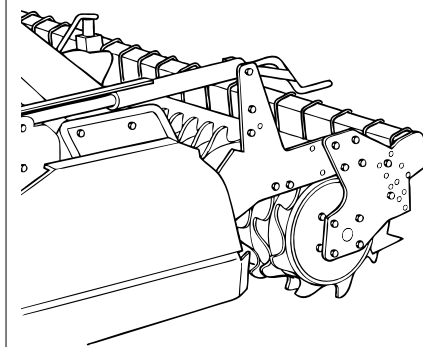

Fig. 13
2. Avec vérins à vis (Fig. 13). Cette solution est réalisée avec deux vérins à vis placés aux extrémités de la machine et réglables avec une tige graduée. Soulever le rouleau pour augmenter profondeur de travail, l'abaisser pour la diminuer.